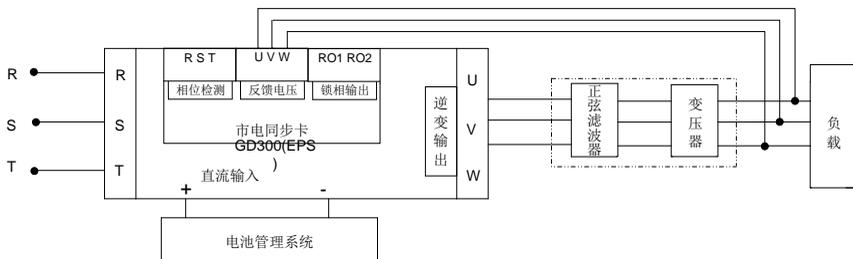

图 4.4 PID 电压闭环控制示意图
PID 调节应用, 如图 4.4 反馈电压接入市电同步卡 U、V、W 端子。
- 按图 4.4 接好反馈电压线路（反馈电压由负载前端直接接入端子板 UVW 端子）；